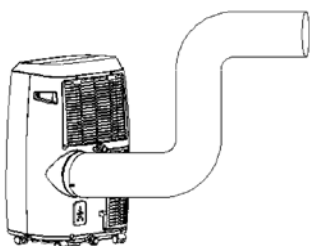

Afb. 5 & 5a
- 2) Installeer, zoals weergegeven in Afb.5 en Afb.5a, de uitlaatslang en pas ook de stand van het venster aan.